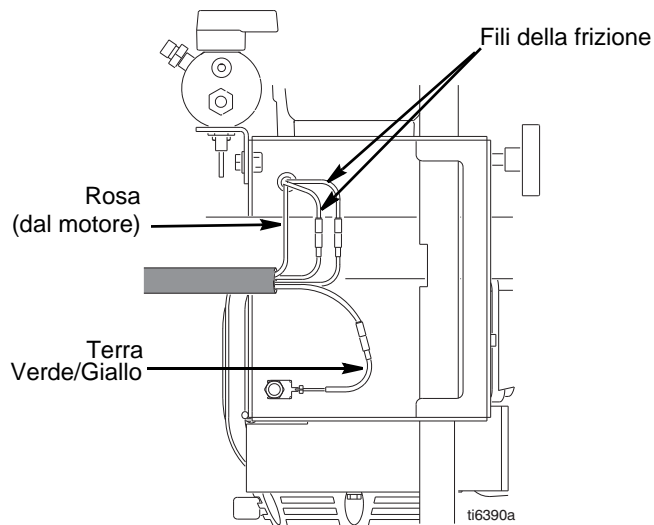

FIG. 12
2. FIG. 12. Scollegare tutti i fili necessari.
3. FIG. 12. Collegare tutti i fili necessari.
2. FIG. 12. Spingere lo spinotto (31) nel foro. Spingere la molla di ritenzione dell'anello nel solco tutto intorno alla biella.